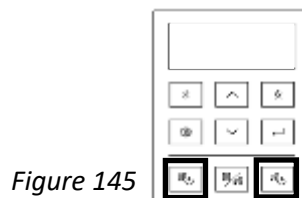

Figure 145
2. Couper l'alimentation en gaz et désactiver les touches ECS et CH du contrôleur (figure 145).